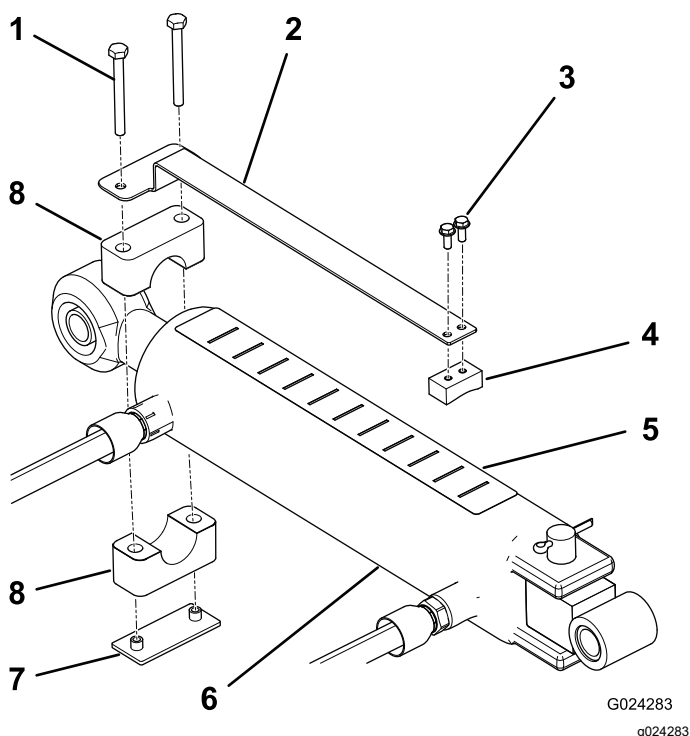

Figura 8
- Monte o medidor de profundidade no lado plano do bloco de deslocamento com dois parafusos (n.º 10 x ½ pol.), posicionando os componentes como se mostra na Figura 8.
- Utilizando a braçadeira de tubo, placa soldada e dois parafusos (¼ x 2½ pol.), monte, sem apertar, o medidor de profundidade na extremidade da barra do cilindro da articulação superior (Figura 8). Certifique-se de que as braçadeiras estão soltas o suficiente para permitir que sejam rodadas para a posição desejada.
4. Coloque o autocolante de profundidade na parte superior do cilindro num local que seja visível a partir da posição do operador e que não interfira com os tubos hidráulicos (Figura 8).